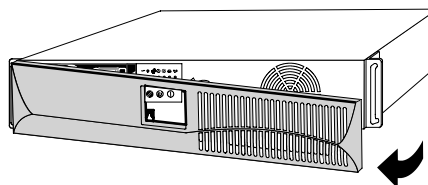

Figura 1. Remoción de la Cubierta Frontal del SIE
2. Retire la cubierta frontal del SIE (consulte la Figura 1).